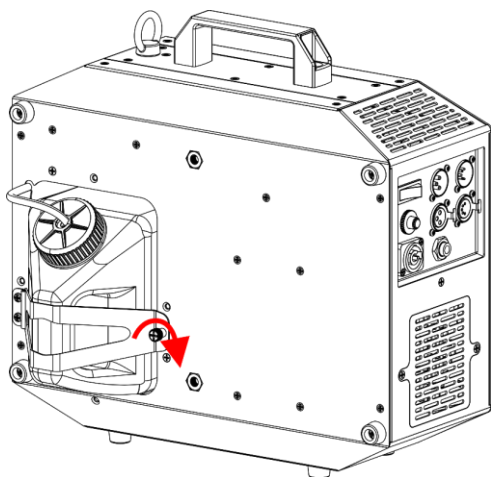

Abb. 24
- 19) Ziehen Sie die Sicherungsschraube für die **Tankhalterung (04)** fest, wie in Abb. 24 gezeigt.